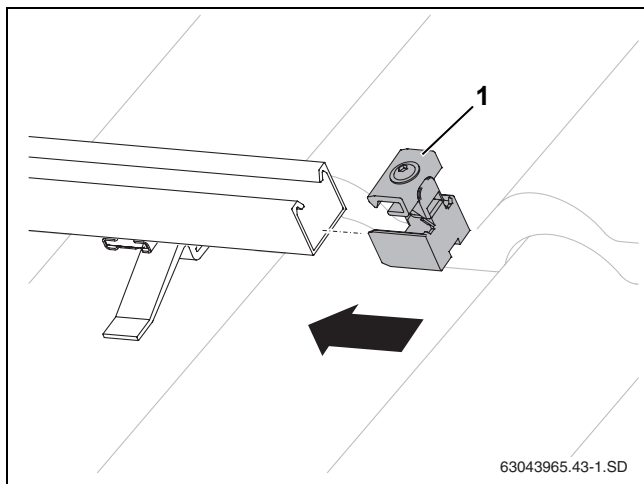

Bild 37 Einseitigen Kollektorspanner einschieben
- ▶ Einseitigen Kollektorspanner (Bild 37, [1]) am rechten Ende des Kollektorfeldes in die Profilschienen schieben, bis dieser in das erste Langloch der Profilschiene einrastet.